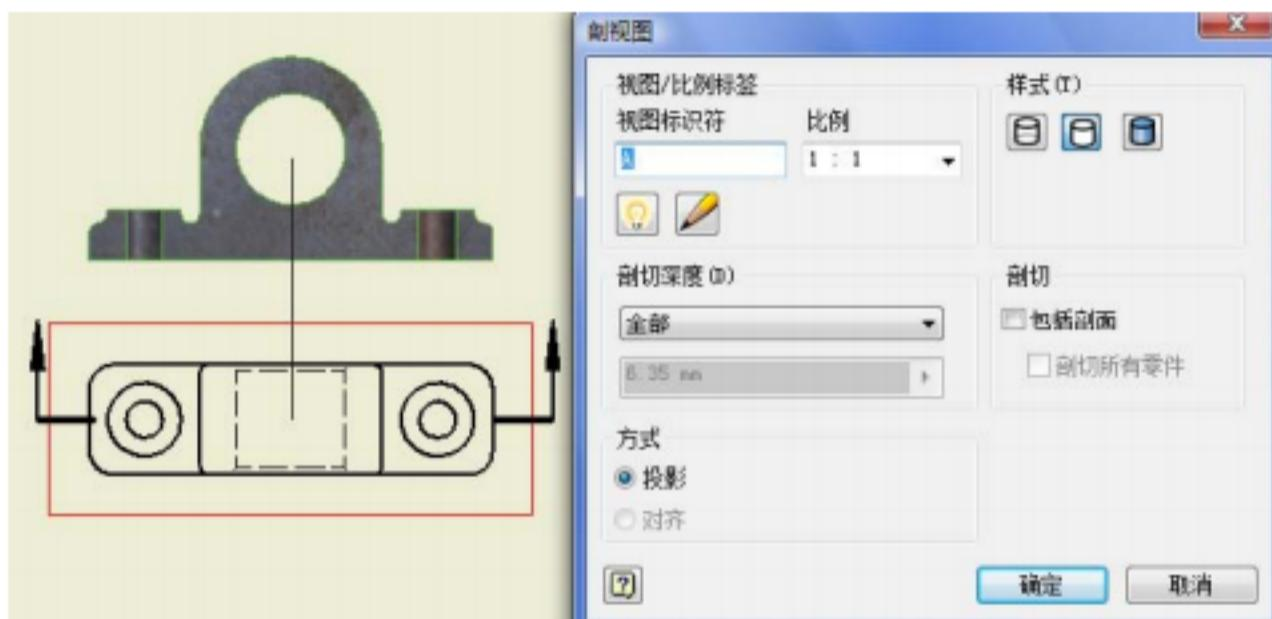

图5-15 “剖视图”对话框
- 4) 在上一步单击右键快捷菜单中的“继续”后，在弹出的“剖视图”对话框中设置视图的名称、比例和显示样式，如图5-15所示。